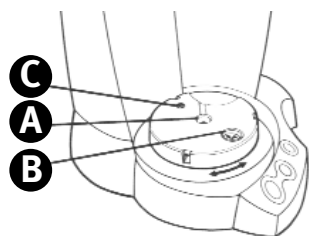

FIGURE 1
L'entrée (C) sert à disperser l'ozone dans l'eau. Pendant le processus d'ozonation, on peut voir les bulles se disperser dans l'eau. (FIGURE 1)